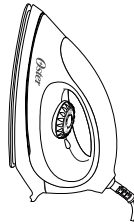

Figura 1
- O ferro deve ser sempre guardado com a base na posição vertical (Figura 1).